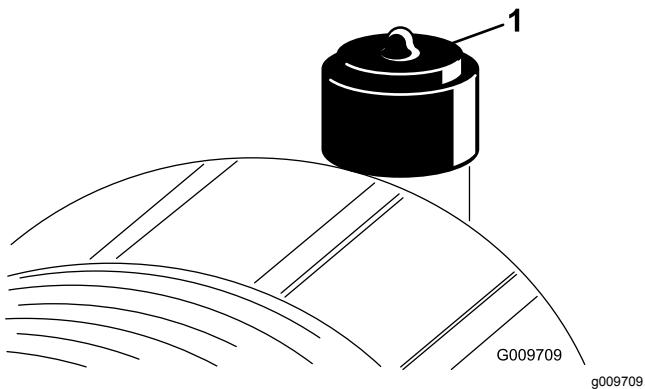

Figura 49
Faça a manutenção ao filtro de ar apenas quando o indicador de manutenção (Figura 49) o exigir. Mudar o filtro de ar antes de ser necessário apenas aumenta a possibilidade de entrar sujidade no motor quando retira o filtro.
- Reinic peace o indicador (Figura 49) se este se apresentar vermelho.